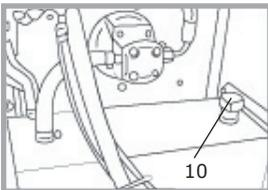

Abb. 8
Der erste Ölwechsel ist nach ca. 50 Betriebsstunden durchzuführen, darauffolgend nach ca. 3000-5000 Betriebsstunden das Öl und den Filter. Die Ablassschraube befindet sich an der Unterseite vom Öltank. Die Einfüllschraube (10) befindet sich auf der rechten Oberseite des Tankes (siehe Abb. 8).